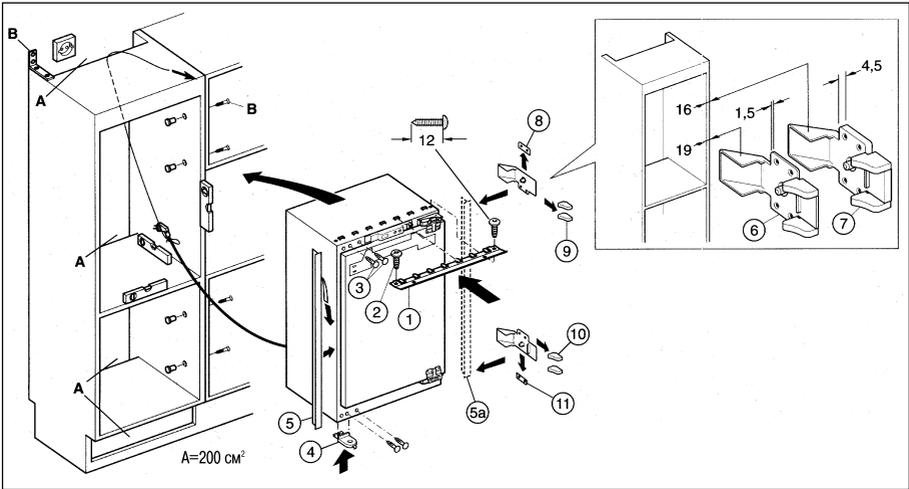

Рис. 3
- ❑ Перед установкой прибора убедитесь, что в основании высокого шкафа имеется вентиляционное отверстие с поперечным сечением площадью 200 см2, и что сзади высокого шкафа обеспечен вентиляционный ствол **(рис. 3/А)**, особенно, если новый прибор устанавливается вместо старого, который имел переднюю вентиляцию, или если высокий шкаф доходит до потолка. Если высокий шкаф не дает возможность обеспечить правильную вентиляцию, измените его конструкцию соответствующим образом.
- ❑ Осторожно выровняйте высокий шкаф и переднюю панель по уровню. Проверьте, нет ли искривления высокого шкафа, приложив к нему переднюю панель. Не вставляйте прибор перед этой процедурой. Передняя панель должна прилегать по всем углам к высокому шкафу. Прикрепите высокий шкаф винтами к соседнему шкафу или к стене (**рис. 3/В**).
- ❑ Вставьте верхнюю стопорную планку (**рис. 3/1**) в металлические скобы на корпусе прибора и закрепите винтами (**рис. 3/2**). Установите на корпус прибора входящие в комплект поставки заглушки (**рис. 3/3**) и элемент крепления к нише (**рис. 3/4**). Приклейте длинную профильную планку (**рис. 3/5**) к корпусу прибора со стороны открывания двери.
- ❑ Если боковые стенки ниши имеют толщину 19 мм, установите на петли прокладки толщиной 1,5 мм (**рис 3/6**). Если боковые стенки ниши имеют толщину 16 мм, установите на петли прокладки толщиной 4,5 мм (**рис. 3/7**). Отломайте выламываемые части (**рис. 3/8 и 3/9**) на прокладках для верхней петли. Отломайте выламываемые части (**рис. 3/10 и 3/11**) на прокладках для нижней петли.